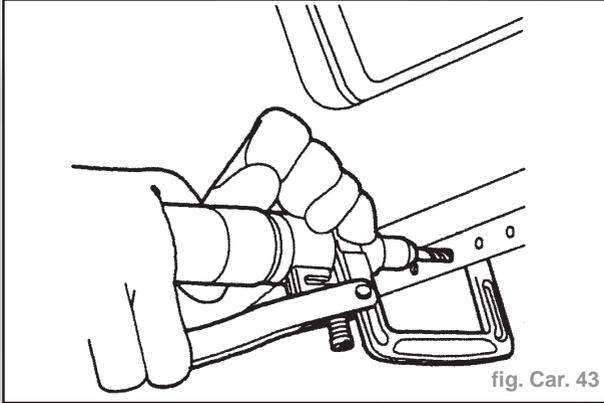

fig. Car. 43
- Autrement, utiliser un outil d'enlèvement de points de soudure du type à bride (Fig. Car. 43).